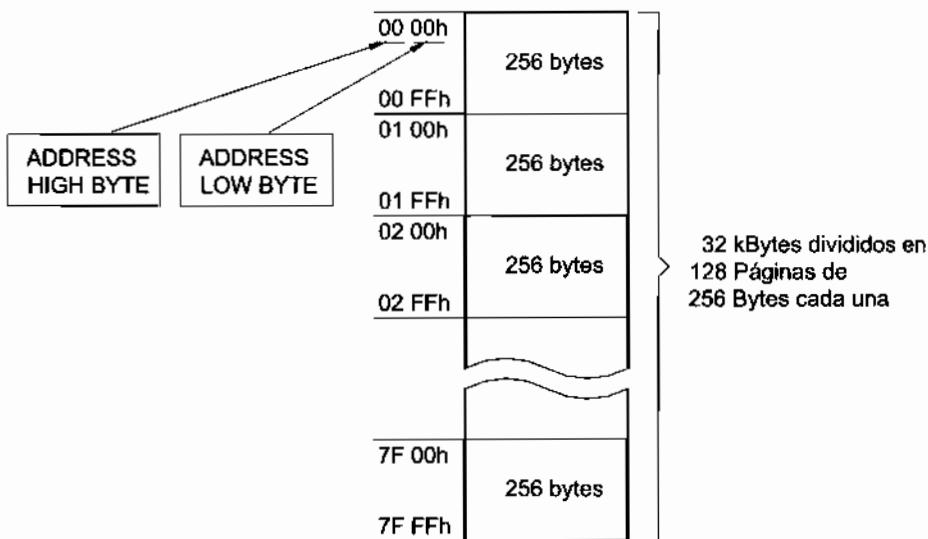

Figura 22-2 Paginación del contenido de la memoria EEPROM 24LC256
- Los 32 kbytes están organizados en 128 bloques de 256 bytes cada uno (figura 22-2).
Las 32 k de posiciones de memoria están divididas en 128 bloques denominados páginas de 256 posiciones cada una, tal como ilustra la figura 22-2. Cada posición de memoria está identificada por dos bytes de dirección (*Address Byte*):
- A continuación el maestro envía el número de la página donde se va a escribir, *Address High Byte* (figura 22-2).
- Despues el maestro envía el número de posición dentro de la página seleccionada anteriormente, *Address Low Byte* (figura 22-2).